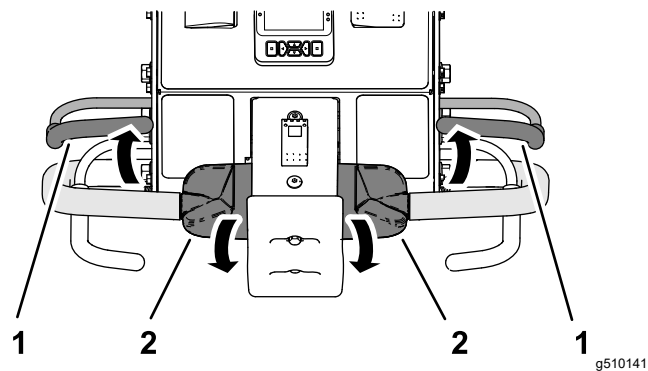

Figura 34
3. În timp ce inei comanda de traciune, eliberai maneta pentru prezenta operatorului (Figura 34).